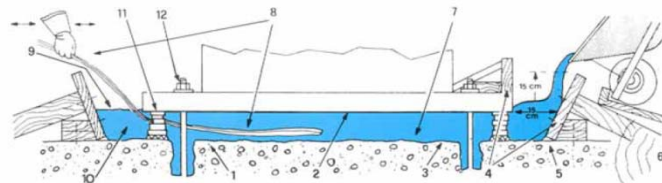

Рисунок 1: Схема применения MasterFlow 980 для высокоточной цементации оборудования.
4. Опалубка должна быть изготовлена из прочного водонепроницаемого материала в целях предотвращения вытекания состава MasterFlow 980 и должна быть надежно заанкерована и подперта для того, чтобы выдержать давление состава после заливки и выравнивания. Со стороны, откуда будет заливаться MasterFlow 980, следует предусмотреть зазор в 150 мм между опалубкой (см. рис.1) и основанием станины оборудования. С боковых сторон следует предусмотреть зазор не менее 50 мм между опалубкой и боковыми сторонами станины. Для заливки MasterFlow 980 можно использовать различные растворонасосы, воронки и т.п.